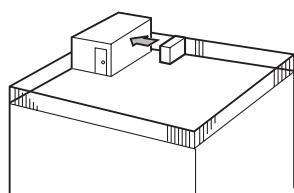

Fig. 2-3
- Расположите прибор так, чтобы выходное отверстие было направлено к самой близкой из доступных стен на расстоянии около 50 см от стены. (Fig. 2-3)